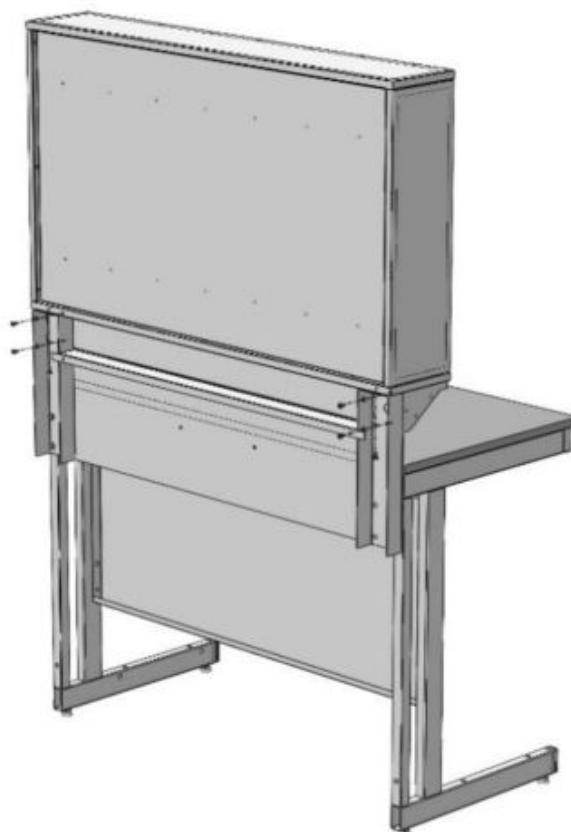

Рис. 4. Фиксация титровальной надстройки
- 6.6. Зафиксировать титровальную надстройку снизу и сзади используя винты М6x12 мм и шайбы 6 (Рис. 4).